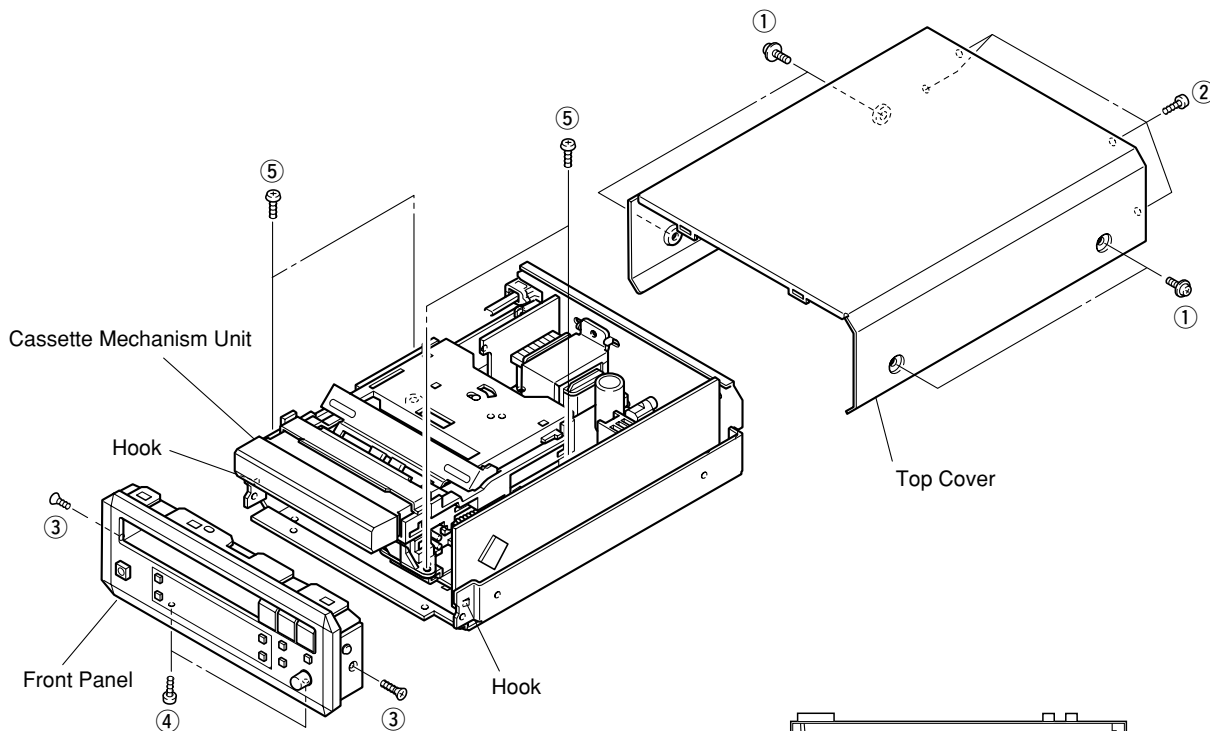

Fig. 1
- a. Remove 4 screws (①) and 4 screws (②) in Fig. 1.
- a. ①のネジ4本と②のネジ4本を外します。( Fig. 1 )
- b. Remove 2 screws (③) and 2 screws (④) in Fig. 1.
- c. Detach the 2 hooks in Fig. 1 and then pull the Front Panel forward.
- b. ③のネジ2本と④のネジ2本を外します。( Fig. 1 )
- c. フック2ヶ所を外し、フロントパネルを前方に外します。( Fig. 1 )
- a. Remove 4 screws (⑤) in Fig. 1.
- c. Remove the Cassette Mechanism Unit in Fig. 1.
- a. ⑤のネジ4本を外します。( Fig. 1 )
- c. カセットメカユニットを外します。( Fig. 1 )